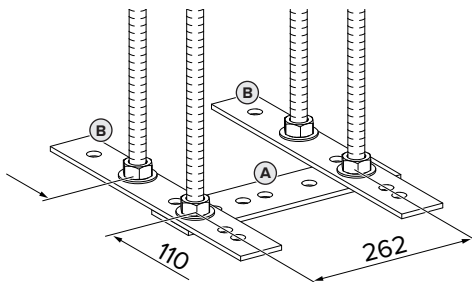
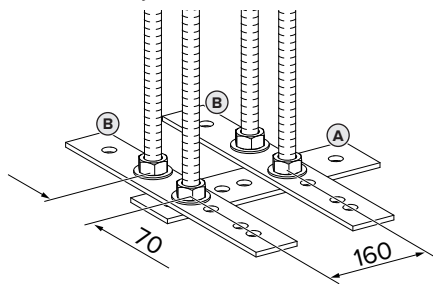

Fig. 1: Mål [mm]
Fig. 2: Mål [mm]
- Stikk gjengestengene inn i flattstålet, samtidig som det tas hensyn til målene i Fig. 1 og Fig. 2. Påse at flattstålet (A) og flattstålene (B) er plassert i rett vinkel (90°) til hverandre.